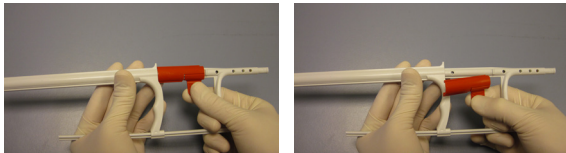

Рисунок 3 – Снятие транспортного фиксатора
• Самораскрывающийся стент зажат между проволочным проводником и оболочкой доставки стента. Непреднамеренное движение стента во время ретракции/сокращения защитной оболочки ограничивается устройством введения. Защитная оболочка, предназначенная для доставки стента, имеет рентгеноконтрастную зону на дальнем конце. Кончик также непрозрачен для рентгенизлучения. Проксимальные и дистальные концы стентов так же имеют рентгеноконтрастные маркеры. Перед использованием следует снять транспортный фиксатор (рисунок 3).